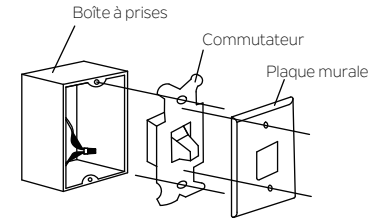

Fig. 22
Étape 1. Retirez la plaque murale présente et l'ancien interrupteur de la boîte à prises murale, placez ensuite la nouvelle commande et la plaque murale. Raccordez le fils (sous tension) ensemble et acheminez-les à l'intérieur de la boîte à prises (Fig. 22) ou sélectionnez l'emplacement avec une nouvelle boîte à prises murale.